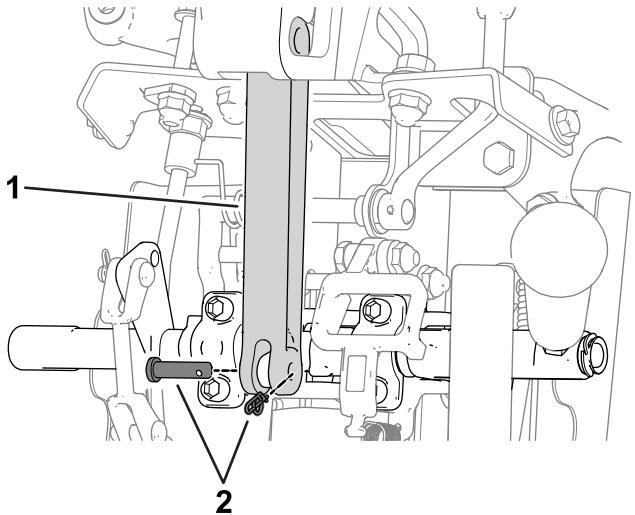

図7
3. ベイルリンクをコントロールシャフトに固定しているピンを外して図7、ベイルリンクを外す。